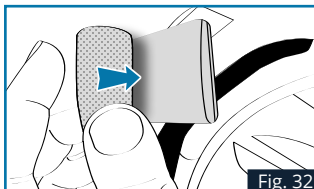

Fig. 32
3. Applicare il cuscinetto fornito con il kit **SENA FOR SHARK (Bluetooth o Mesh)** sul retro della batteria dell'interfono (Fig.32)